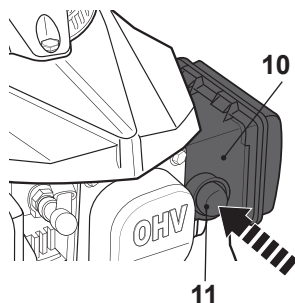

Fig. 15
O botão (11) está posicionador à frente à caixa do filtro do ar (10). Pressione o botão (11) 3 vezes antes de começar motor frio (Fig. 15).